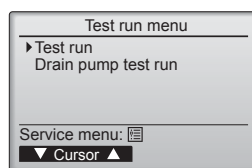

Fig. 7-4
- ④ Wählen Sie „Test run“ (Testlauf) mit einer der Tasten [F1] und [F2], und drücken Sie die [ZURÜCK]-Taste. (Fig. 7-4)